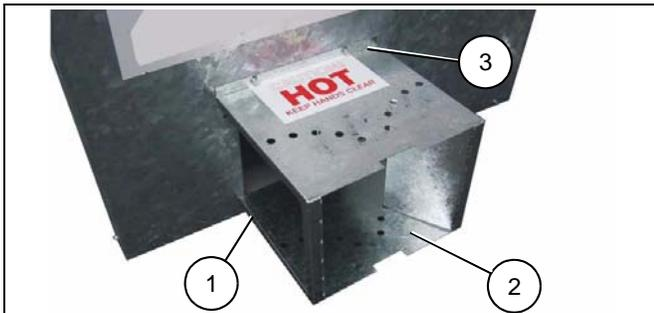

Figure 3A
Le radiateur doit être situé à minimum 12" (305 mm) du plafond, minimum 12" (305 mm) des murs latéraux et arrière, minimum 20" (508 mm) du sol, et positionné de façon à ce que le bétail et les matériaux combustibles ne soient pas en mesure d'entrer en contact avec le radiateur ou à moins de 10' (3 mètres) de la décharge d'air chaud. *(Voir Figure 3A à la Page 14.)*
Pliez le double conduit évasé (1) pour lui donner la forme de la Figure 3A. Installez le double conduit évasé au niveau de l'échappement du radiateur comme indiqué avec les vis (3) à tôle fournies. Cela fournit un flux de chaleur (2) multidirectionnel qui peut être dirigé en pliant les rabats.